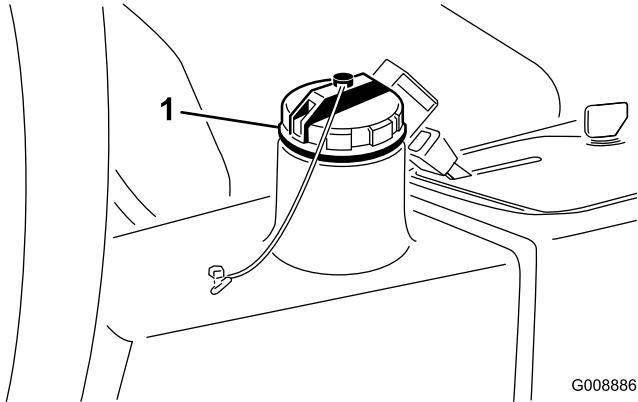

**Figure 63**
- Débranchez le gros flexible hydraulique (Figure 63) du réservoir et faites couler le liquide hydraulique dans un bac de vidange. Rebranchez le flexible hydraulique quand la vidange est terminée.